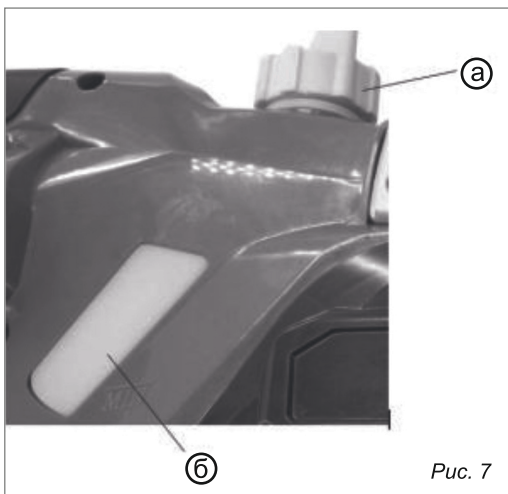

Рис. 7
1. Проверьте индикатор уровня масла (Рис. 7) (б), чтобы убедиться в наличии достаточного количества масла для смазки цепи. Объем масляного бака: макс. 220 мл.
- Отвинтите крышку масляного бака (Рис. 7) (а). Перед открытием при необходимости очистите крышку бака и заправочную насадку.
- Осторожно добавляйте масло для смазки цепи до тех пор, пока оно не достигнет верхней отметки на индикаторе уровня масла (Рис. 7) (б).
2. Закройте плотно крышку. Во время работы периодически обращайтесь на уровень масла через окно контроля уровня масла (Рис. 7) (б).